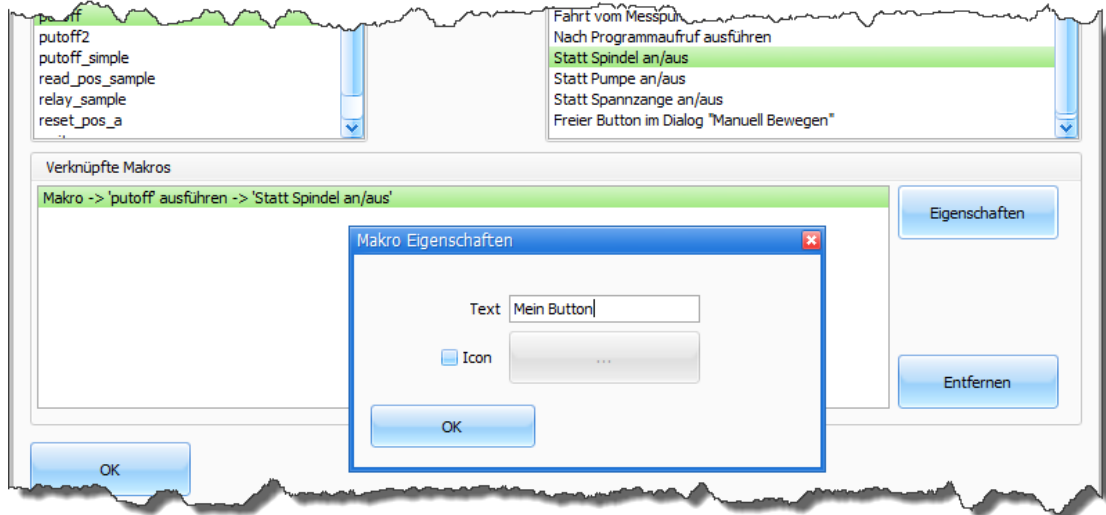

Abbildung 3: Makro "putoff" wird auf Spindel-Button im "Manuell Bewegen" festgelegt und als "Mein Button" genannt.
- **Neu ab 5** Mit Hilfe der Verknüpfungen "Statt Spindel...", "Statt Pumpe...", "Statt Spanzange..." und "Freier Button..." können bis zu 4 Buttons im "Manuell Bewegen" durch Makros ersetzt werden. Durch das Klicken auf "Eigenschaften" kann der Button mit eigenem Text beschriftet und eigenem Icon gekennzeichnet werden (siehe Abbildung 3/4).